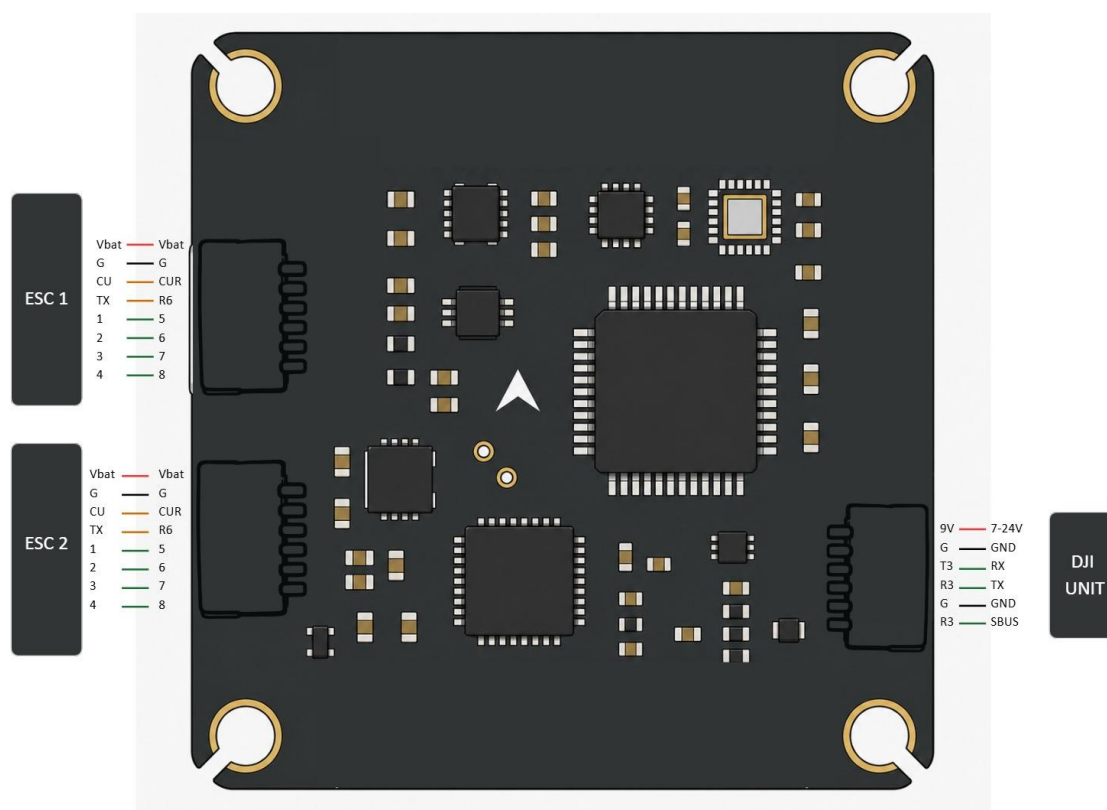

Fig.3. Schéma de câblage (connecteurs ESC et DJI Air Unit)
- **Liaison ESC** : Utilisez les connecteurs ESC 1 et ESC 2 (8 broches, voir Fig. 3) pour brancher jusqu'à deux ESC 4 en 1. Chaque connecteur transporte la tension de la batterie (Vbat), la masse (G), le signal du capteur de courant (CU), la télémétrie (TX) et quatre signaux moteur (1-4).
- **UART 6 (Télémétrie ESC)** : La télémétrie ESC (TX) provenant des connecteurs ESC est reçue sur R6 (voir Fig. 3).
- Connecteur DJI UNIT : Branchez la DJI Air Unit sur le connecteur DJI UNIT à 6 broches (voir Fig. 3) : 9V vers 7-24V, G vers GND, T3 vers RX, R3 vers TX, G vers GND, R3 vers SBUS.